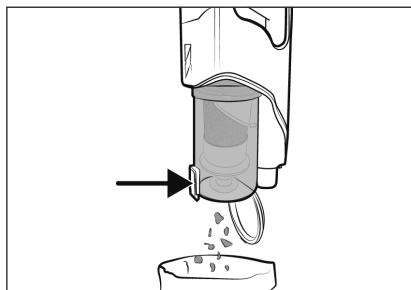

Abb. 16
① Hinweis
- 1) Halten Sie den Staubbehälter **7** in einen Abfalleimer und drücken Sie die Staubbehälterdeckel-Entriegelungstaste **8**. Der Staubbehälterdeckel **9** öffnet sich und der Inhalt wird in den Abfalleimer entleert (siehe Abb. 16). Schließen Sie anschließend den Staubbehälterdeckel **9**.